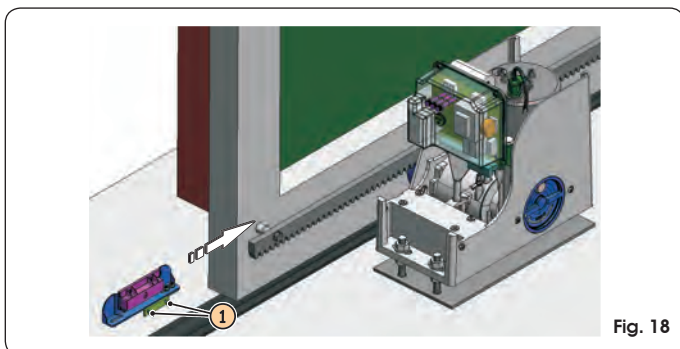

Fig. 18
- ③ Zet de poort met de hand open tot 4 cm van de mechanische eind-aanslag.
- ④ Schuif de magneet met het open slot over de tandheugel in de openingsrichting, zie figuur 18. Schuif, zodra de led van de eindschakelaar voor het openen op de kaart dooft, de magneet nog 10 mm verder en zet hem vast met de bijbehorende schroeven (Fig. 18 ref. ①).
- ⑤ Handel op dezelfde wijze met de magneet voor het sluiten.
- ⑥ Zet de poort ongeveer half open en zet het systeem weer vast (zie paragraaf 9).